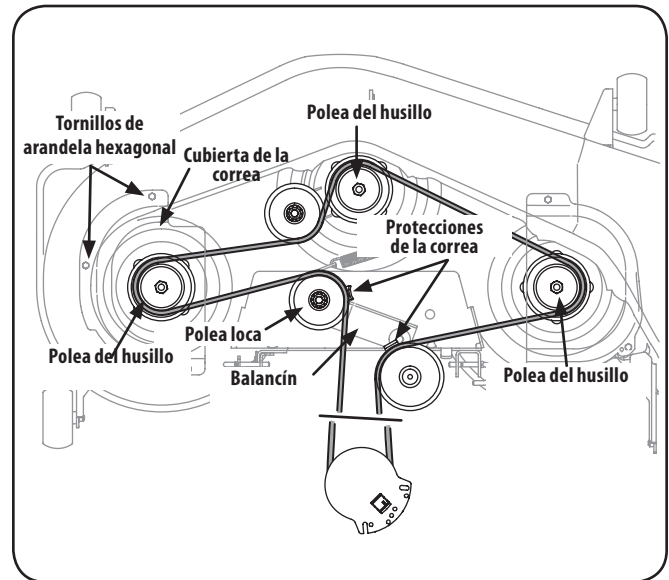

Figura 7-12
2. Retire los tornillos de arandela hexagonal que sujetan las cubiertas de las correas a la plataforma. Consulte la Figura 7-12.
5. Instale la nueva correa alrededor de las poleas del husillo tal como se muestra y reinstale las cubiertas de las correas. Consulte la Figura 7-12.
- Coloque la correa como se indica en la Figura 7-12 y vuelva a instalar la plataforma (consulte Instalación de la plataforma en la página 30).